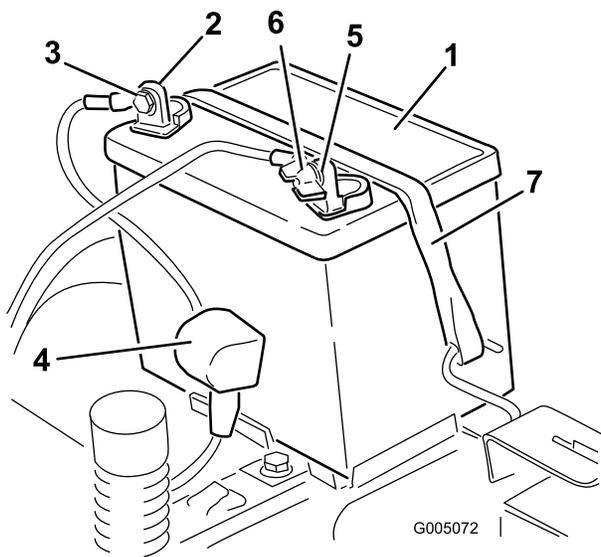

Figura 37
4. Staccate il cavo negativo (nero) di terra dal polo della batteria (Figura 37).
6. Staccate il cavo positivo (rosso) dal polo della batteria (Figura 37).
7. Togliete il dispositivo di fissaggio della batteria (Figura 37) e toglie la batteria dal vassoio.
1. Posizionate la batteria nella cassetta (Figura 37).
5. Fissate la batteria con l'apposito dispositivo (Figura 37).